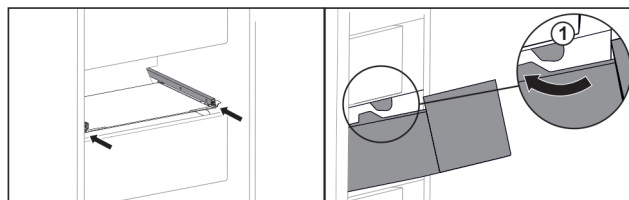

Fig. 47
- ▶ Lirka utdragslåda runt stoppklackarna Fig. 47 (1).